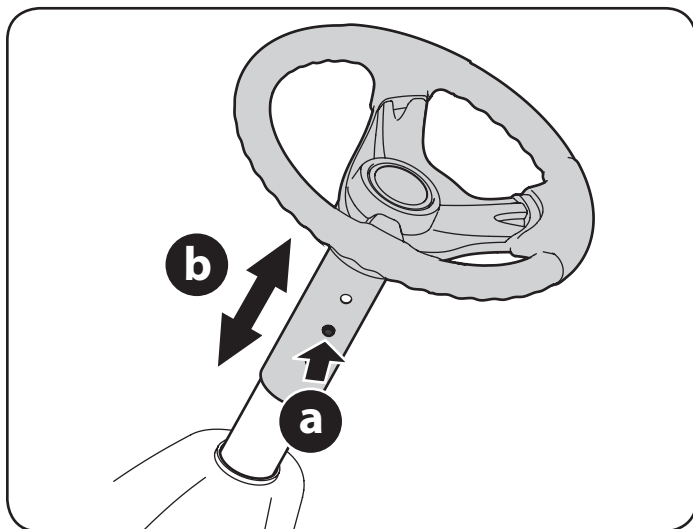

Figura 9
2. Pulse el botón de la columna de la dirección y eleve o baje el volante (b) hasta la posición deseada. Vea la Figura 9.